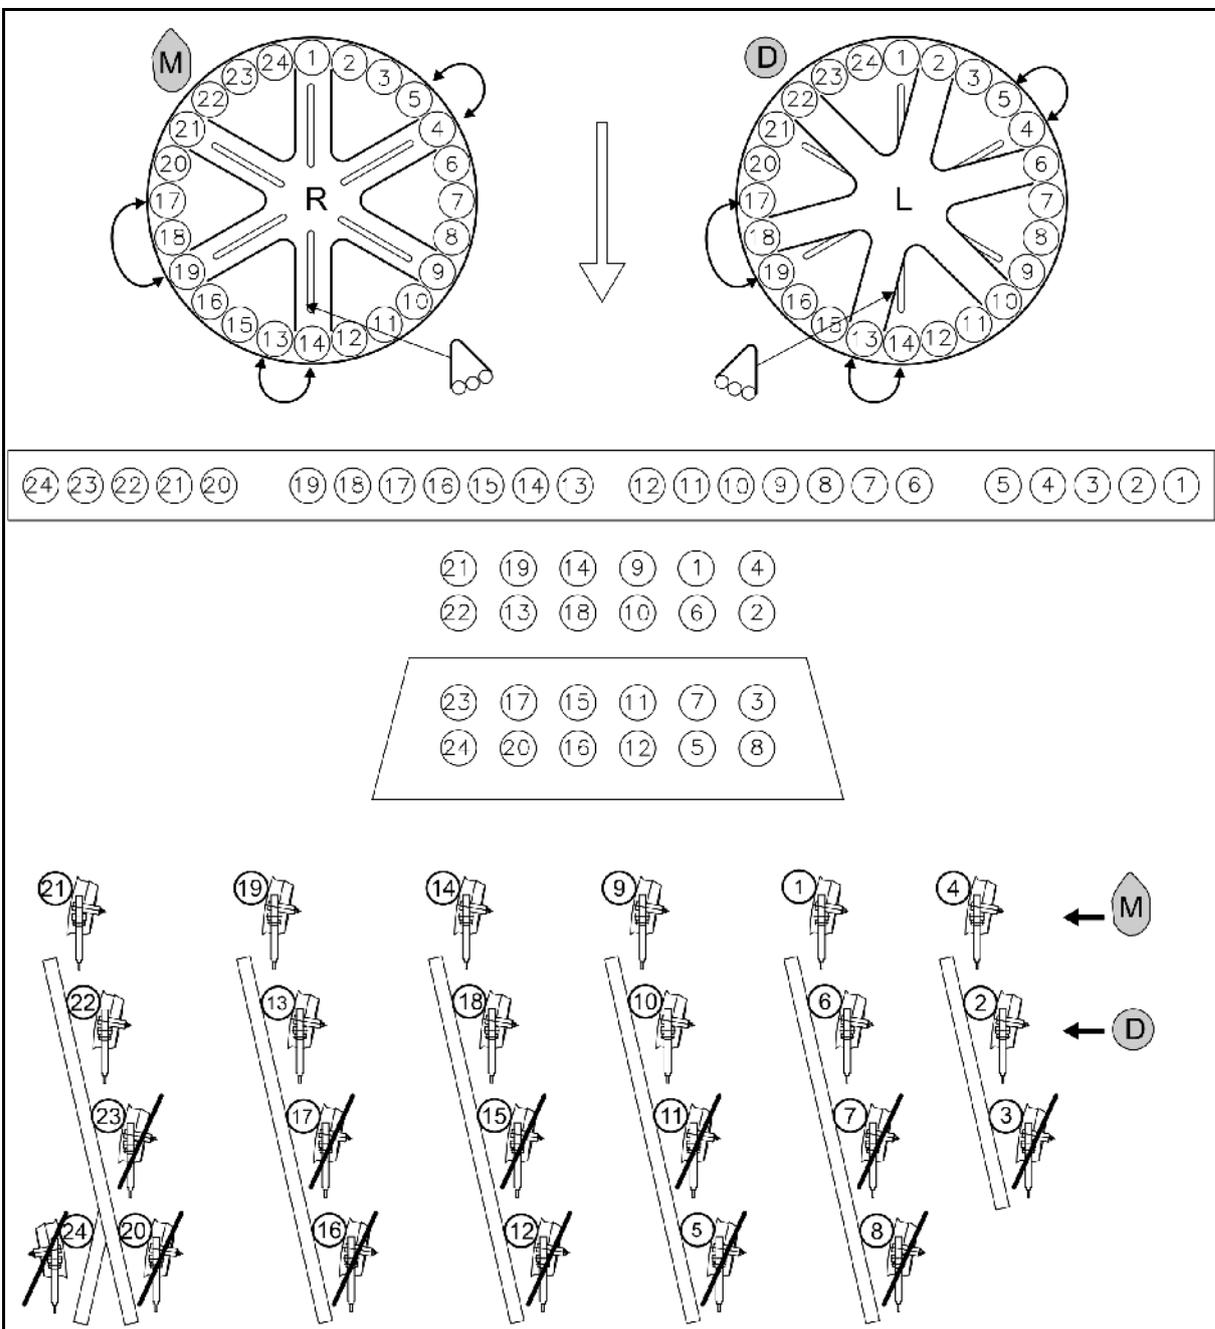

Fig. 44
- Maíz **M**: Montar las chapas de cierre correctamente Fig. 44.
- Abono **D**: Montar las chapas de cierre correctamente Fig. 44.